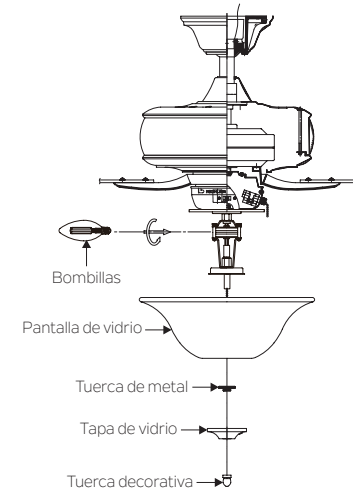

Fig. 18
**Paso 2.** Retire la tuerca decorativa, la tapa de vidrio y la tuerca de metal del kit de luz. Coloque una pantalla de vidrio sobre el vástago del kit de luz, asegúrelo con la tuerca de metal (lado de goma en la parte superior), la tapa de vidrio y la tuerca decorativa. No apriete demasiado. (Fig. 18)